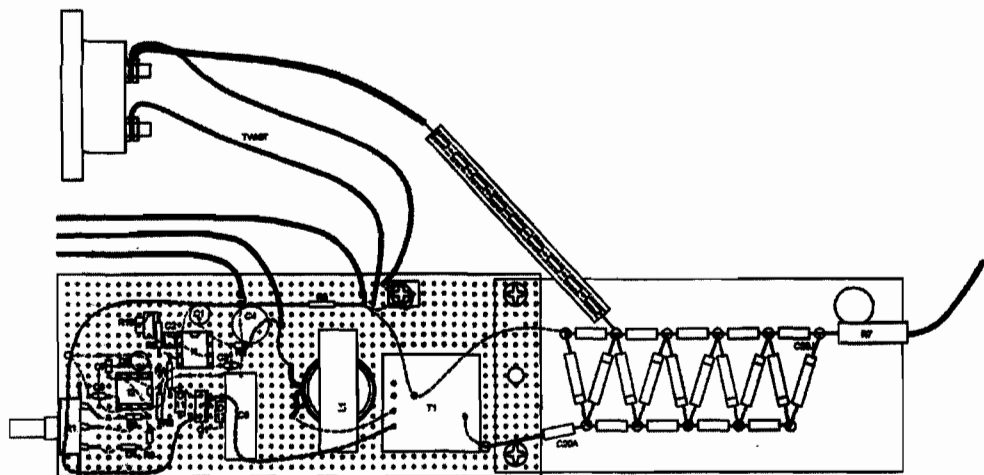

Рис. 1.6. Соединения проводом на платах и внешние подключения
6. Подсоедините внешние провода, как показано выше. Конструкция искрового разрядника, изготовленного из кусков провода #20, показана на рис. 1.6. Это предотвращает повреждение компонентов схемы от высокого напряжения при использовании соединений с малой нагрузкой или без нее. Схема не предназначена для работы при длительном разряде и при его возникновении индицирует отсутствие нагрузки или слишком малую нагрузку. Тщательно проверьте правильность соединений и качество паек. Избегайте проволочных перемычек, замыканий, близкого расположения с другими компонентами схемы. Если проволочная перемычка неизбежна, надевайте на нее кембрик во избежание возможного замыкания.